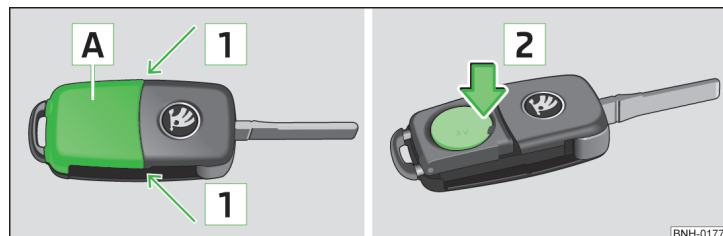

Fig. 138 Desmontar la tapa / extraer la pila
- Presione la tapa de la pila **A** » fig. 138 pulsando con el pulgar o con un destornillador plano en la zona de la flecha **1**.